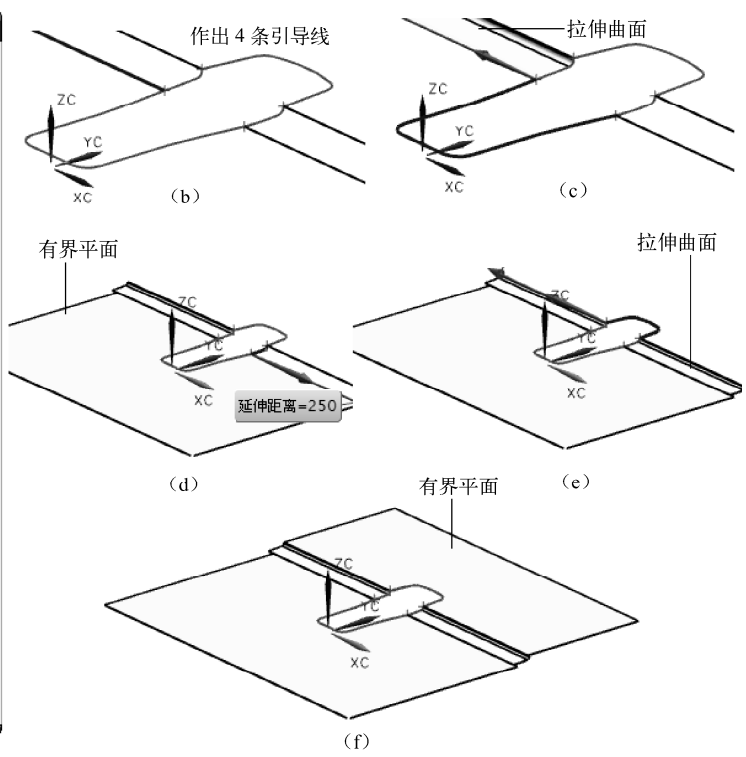

图 6-28 分型过程
(5) 在【模具分型工具】条中单击【设计分型面】按钮, 弹出如图 6-28 (a) 所示的【设计分型面】对话框。
在图形区观察分型线, 此分型线可拆分为 4 段。在图 6-28 (a) 所示的【设计分型面】对话框中单击【选择分型或引导线】按钮, 在图 6-28 (b) 中作出 4 条引导线, 单击【应用】按钮, 将分型线拆为 4 段。
对第 1 段分型线用拉伸的方法拉伸出一个分型面, 如图 6-28 (c) 所示。
对第 2 段分型线用有界平面的方法作出一个分型面, 如图 6-28 (d) 所示。
对第 3 段分型线用拉伸的方法拉伸出一个分型面, 如图 6-28 (e) 所示。
对第 4 段分型线用有界平面的方法作出一个分型面, 如图 6-28 (f) 所示。
这时, 图 6-28 (a) 所示的【设计分型面】对话框中, 上部的 4 个分段前面出现绿色的 \checkmark , 表示分型设计已完成。退出【设计分型面】对话框。